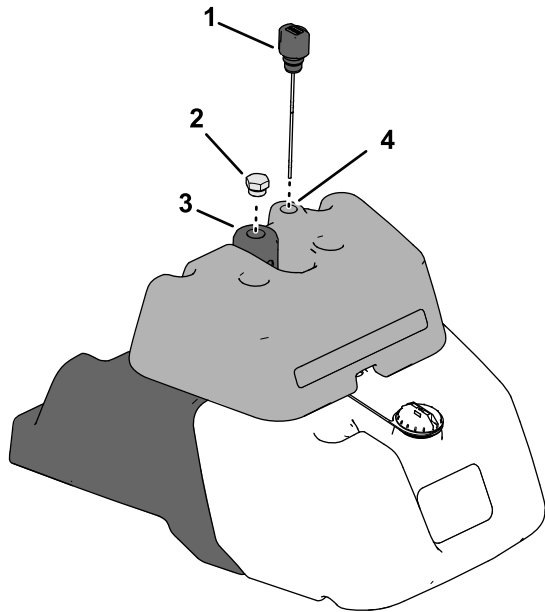

Figure 43
2. Compruebe el nivel del fluido hidráulico colocando la varilla del sistema hidráulico en la parte superior del depósito del detector de fugas (Figure 43).